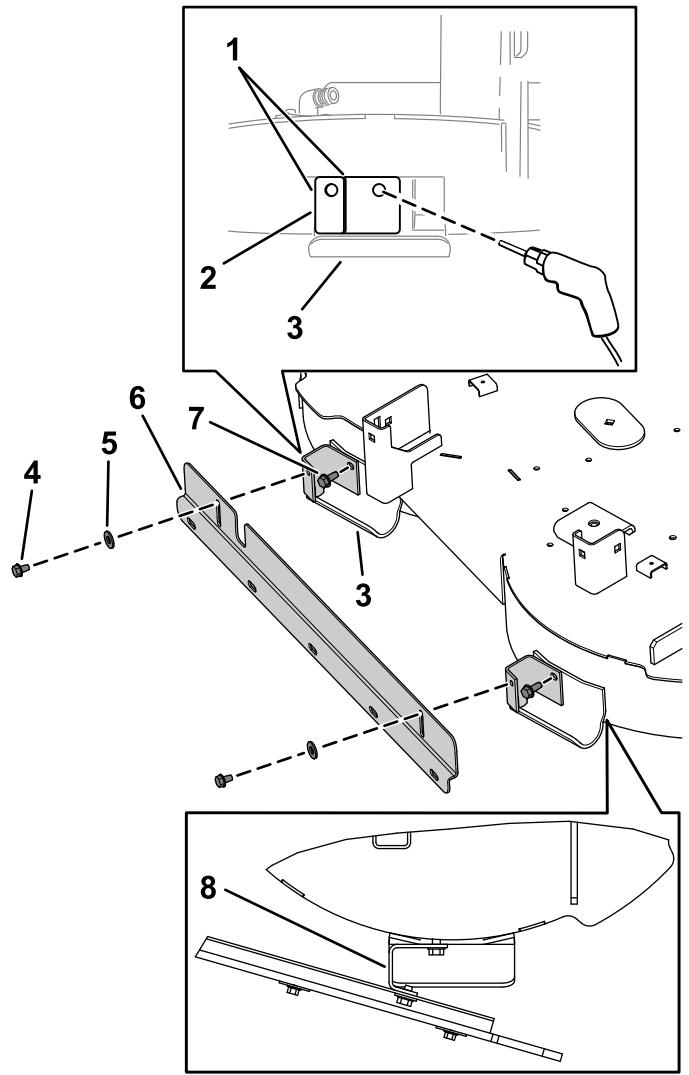

Figura 1
- A. Localice el patín derecho en la parte trasera de la carcasa de corte (Figura 1).
- B. Coloque la pata más larga del soporte de montaje del kit de rayado contra el patín derecho. Alinee el borde izquierdo del soporte de montaje con el borde izquierdo del patín, y el borde superior del soporte de montaje con el borde superior del patín (Figura 1).
- C. Marque el contorno del taladro del soporte de montaje en el patín (Figura 1).
- E. Perfore un taladro (9/32") en el patín derecho, en la posición marcada con el punzón (Figura 1).
- G. Sujete el soporte usando un tornillo con arandela prensada (5/16" x 3/4", autorroscante), como se muestra en la Figura 1.
- A. Localice el patín izquierdo en la parte trasera de la carcasa de corte (Figura 1).
- B. Coloque la pata más larga del soporte de montaje del kit de rayado contra el patín izquierdo. Alinee el borde izquierdo del soporte de montaje con el borde izquierdo del patín, y el borde superior del soporte de montaje con el borde superior del patín izquierdo (Figura 1).
(con la pestaña de la rasqueta hacia abajo y separado de la carcasa), como se muestra en la Figura 1.
- 2. Alinee el extremo superior de la ranura de la pestaña de montaje de la pletina de sujeción con el taladro de la pata más corta de cada soporte de montaje instalado en los patines (Figura 1).
- 3. Sujete la pletina de sujeción a los soportes de montaje con 2 tornillos con arandela prensada (5/16" x 1/2", autorroscantes) y 2 arandelas planas (5/16"), como se muestra en la Figura 1.